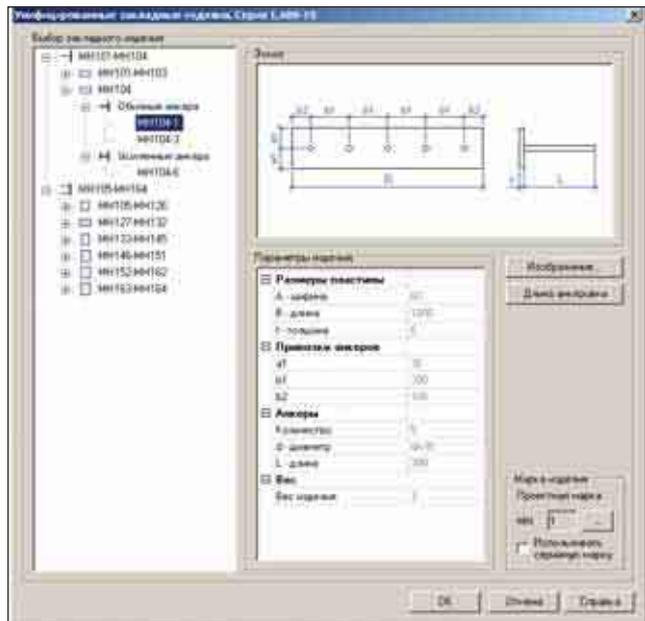

Рис. 22
- *Унифицированные закладные изделия* – использование в проекте унифицированных закладных изделий по Серии 1.400-15 (рис. 22);